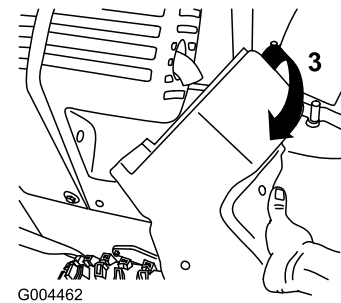

Figure 37
3. Retirez les fixations du couvercle de courroie droit puis déposez le couvercle dans l'ordre indiqué à la Figure 37.